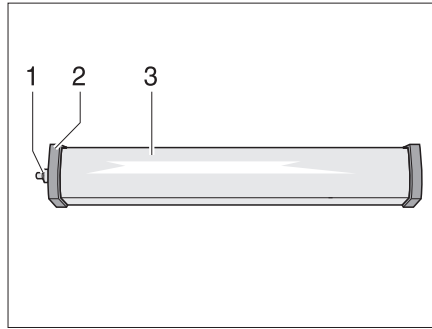

Fig. 296 Luz del habitáculo
- Desatornillar la caperuza (Fig. 296,1).
- Retirar la tapa (Fig. 296,2).
- Comprimir ligeramente la cubierta de la luz (Fig. 296,3) y retirarla.